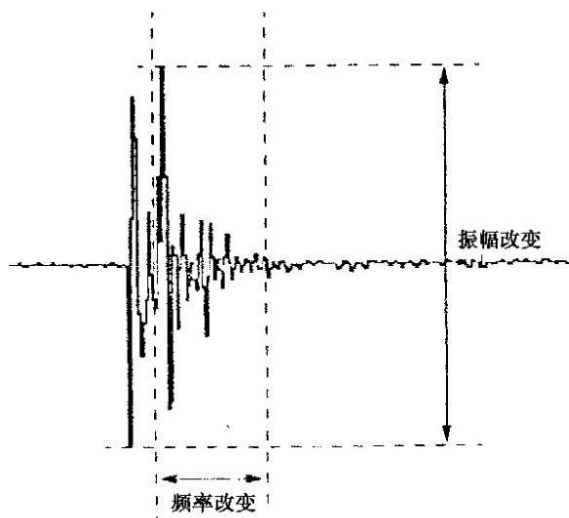

图 4-3-1 爆震传感器波形
(3) 打开示波器, 观察发动机怠速时和加速时的信号波形。如图 4-3-1 所示。